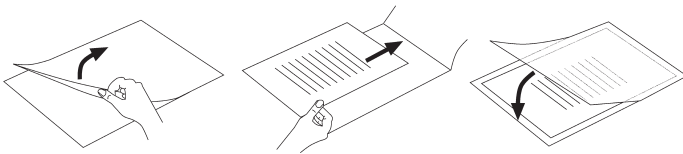

Abb. 2
- ▶ Beachten Sie, dass Sie lediglich eine Folie zum Laminieren verwenden. Klappen Sie diese vorher auf, wie in Abb. 2 dargestellt.
- ▶ Beachten Sie, dass Sie lediglich eine Folie zum Laminieren verwenden. Klappen Sie diese vorher auf, wie in Abb. 2 dargestellt (siehe S. 64).